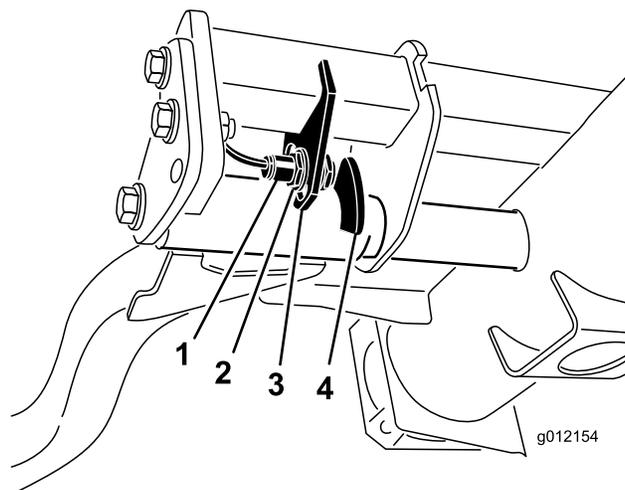

Рисунок 36
2. Переключатель подъемного рычага расположен под гидравлическим баком позади переднего правого подъемного рычага (Рисунок 36).
3. Ослабьте крепежные винты переключателя и переместите переключатель вниз, чтобы увеличить высоту поворота подъемного рычага, или переместите переключатель вверх, чтобы уменьшить высоту поворота подъемного рычага (Рисунок 36).